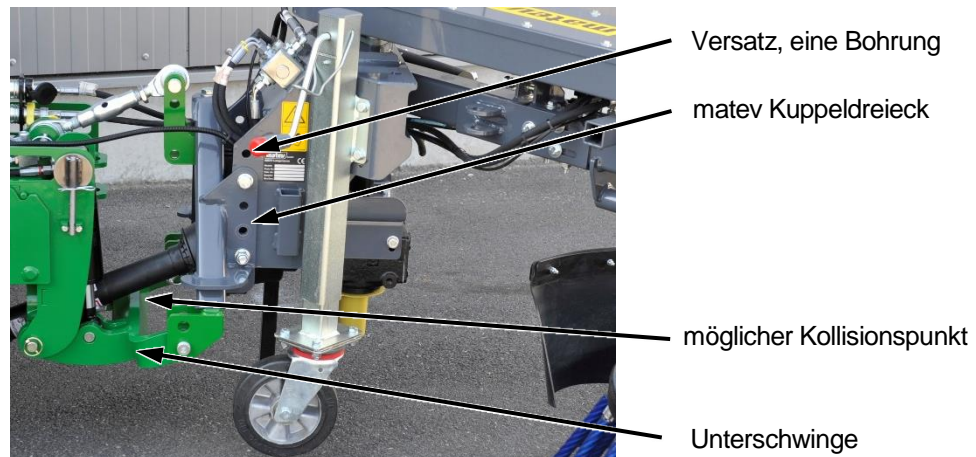

Abbildung 30: Montage Kuppeldreieck
4. Heben Sie das Anbaugerät aus und lassen Sie durch eine zweite Person kontrollieren, dass es im ausgehobenen Zustand zu keiner Kollision der Gelenkwelle im oberen Bereich des Frontkrafthebers kommt. Ist der Abstand im abgesenkten Zustand ähnlich dem auf der **Abbildung 30**, wird das mit matev Anbaugeräten nicht der Fall sein.